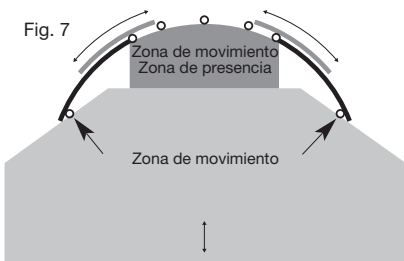

Fig. 7
- Puerta curva hacia adentro:** Use marcadores 7 (ver fig. 7)